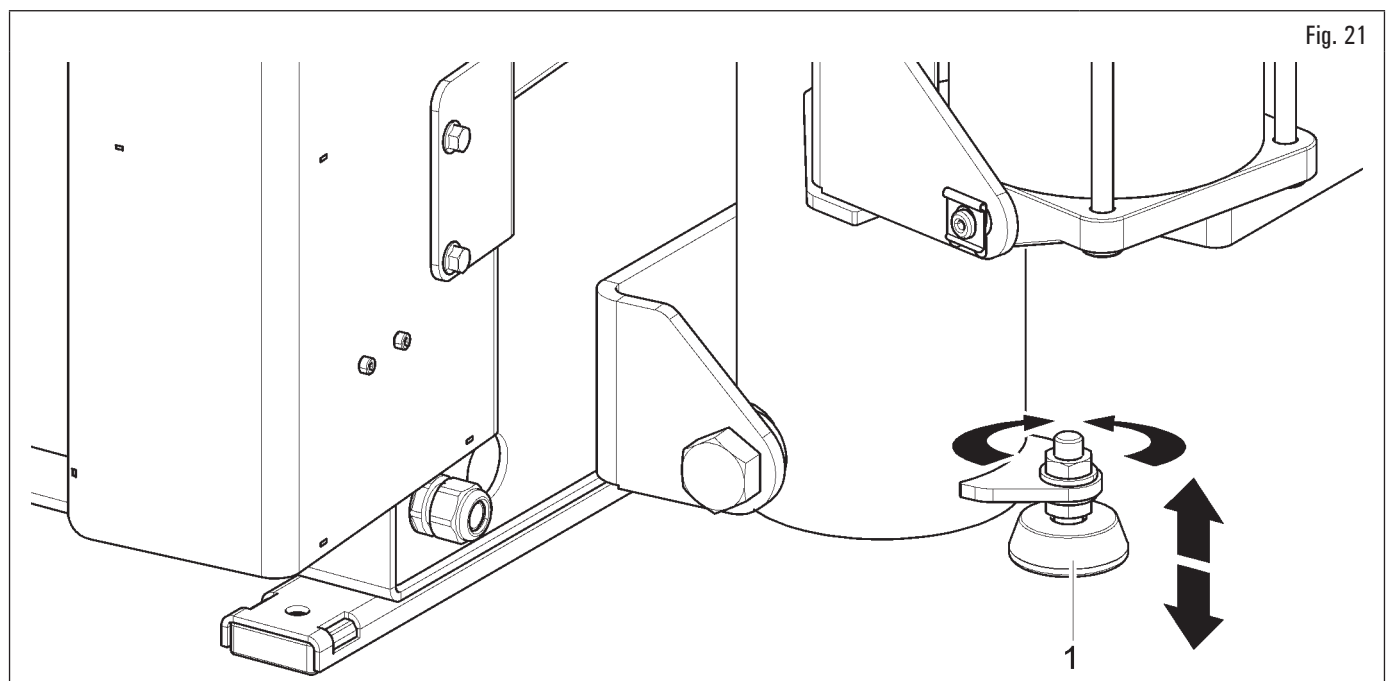

Fig. 21
- Avant de serrer complètement l'équipement à terre, niveler la part postérieure de la machine même : tourner les pieds (Fig. 21 réf. 1).